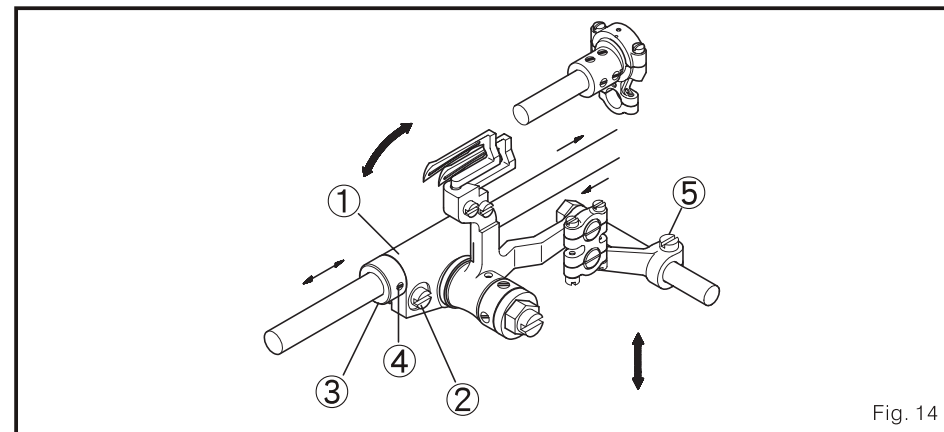

Fig. 14
1. quando a agulha estiver no ponto morto inferior da franja 0, a superfície plana esquerda do equipamento que bucleador 1 serão há 25 mm da parede interior esquerda do couro da maquina. Quando gira a talha para mover a agulha ao ponto morto inferior da terceira franja, a superfície plana esquerda do equipamento do bucleador 1 serão há 31.5 mm da parede interior esquerda do couro da maquina. (Fig. 14)
5. Ajustar: (Fig. 14)